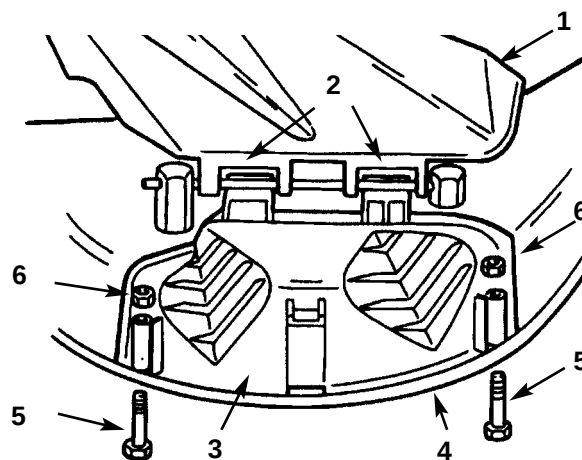

Fig. 14
1. Løft græsudkastet og lad fligene på det øverste del af græsudkastets dæksel glide under græsudkastets holdestang. Drej græsudkastets dæksel ned over åbningen og ned på klippeenhedens nederste kant (fig. 14).
2. Fastgør græsudkastets dæksel på klippeenhedens nederste kant med bolte og møtrikker (fig. 14).